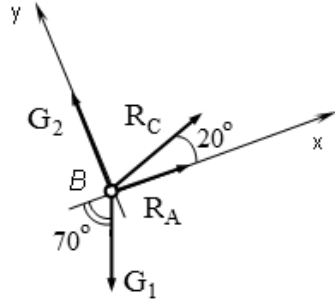

Рис. 3. Аналитический способ решения
3. Выбираем систему координат (рис. 3) и составляем уравнения равновесия для системы сил, действующих на шарнир B :